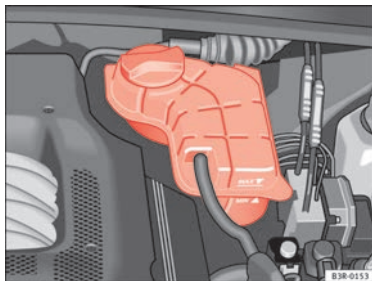

Fig. 179 Compartimento del motor: Depósito del líquido refrigerante
- Verifique el nivel del líquido refrigerante en el depósito de expansión del líquido refrigerante ⇒ fig. 179. Estando el motor frío, el nivel debe estar entre las marcas “min” y “max”. Con el motor caliente, el nivel también puede estar un poco por encima de la marca “max”.
- Ponga un paño sobre el tapón del depósito de expansión del líquido refrigerante ⇒ fig. 179 y desenrosquelo **con cuidado** girando hacia la izquierda ⇒ ⚠.